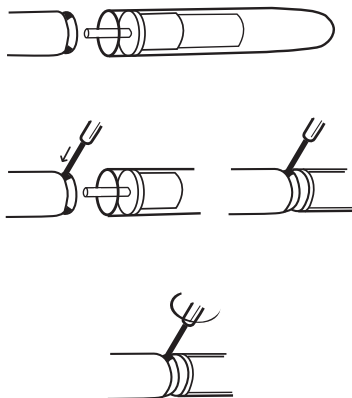

Figure 3. Pose d'un embout sur la prothèse Dura-II
6. **Assemblage de la prothèse** – Le corps du cylindre est bidirectionnel. Les embouts proximaux ou distaux peuvent être raccordés à n'importe quel côté. Pour assembler les embouts, utiliser la clé à 6 pans fournie avec chaque paire de cylindres afin de **serrer solidement les vis d'arrêt** (voir la Figure 3). Insérer la pointe de l'embout à fond dans le logement prévu à l'extrémité du corps du cylindre. Maintenir l'embout en place au moment de serrer la vis d'arrêt avec la clé à 6 pans. Dès que la vis est solidement fixée, continuer à tourner la clé jusqu'à ce que son axe fléchisse légèrement.